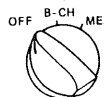

Fig. 3
- (MEAS) : 0-50 μ m(DGE-700) の膜厚測定レンジです。(Fig.3)
See Fig. 3.